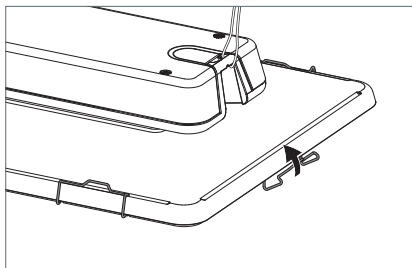

Fig. 13: Schuttscheibe befestigen.
- ▶ Befestigen Sie die Schuttscheibe an der Leuchte, indem Sie alle sechs Halteklammern nach oben klappen, siehe Fig. 13.